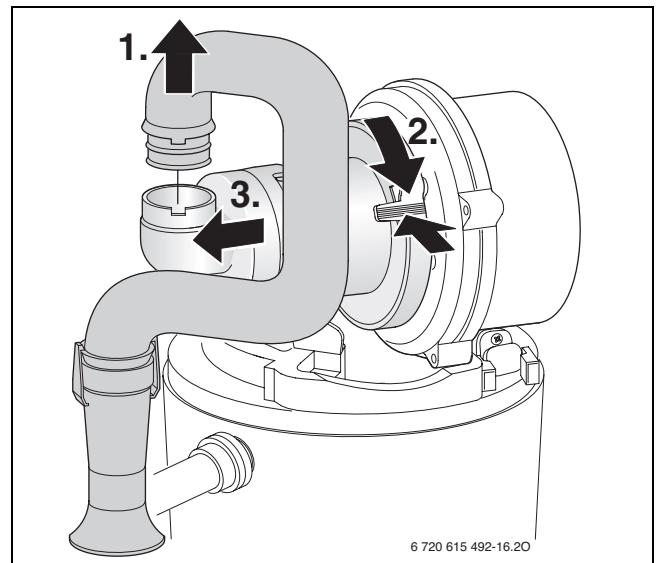
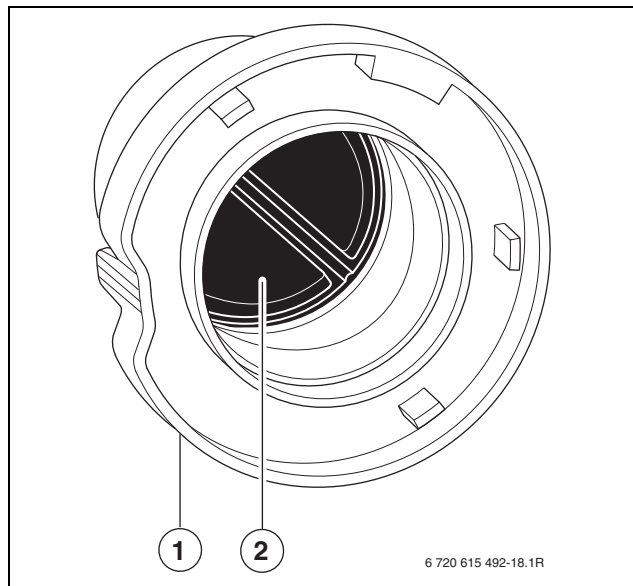

Fig. 43
Fig. 50
- ▶ Démontez le mélangeur (→ fig. 50, [1]) comme indiqué sur la figure 43, pag. 51.